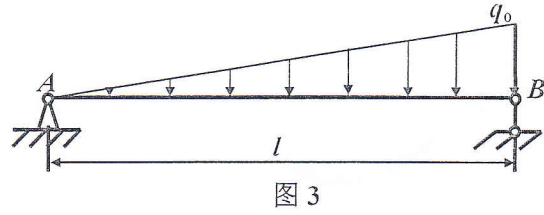

图3
3、如图3所示简支梁，承受线性分布载荷作用，载荷集度的最大绝对值为 $q_0$ ，试建立梁的剪力、弯矩方程，画剪力、弯矩图并求最大剪力和弯矩。(15分)